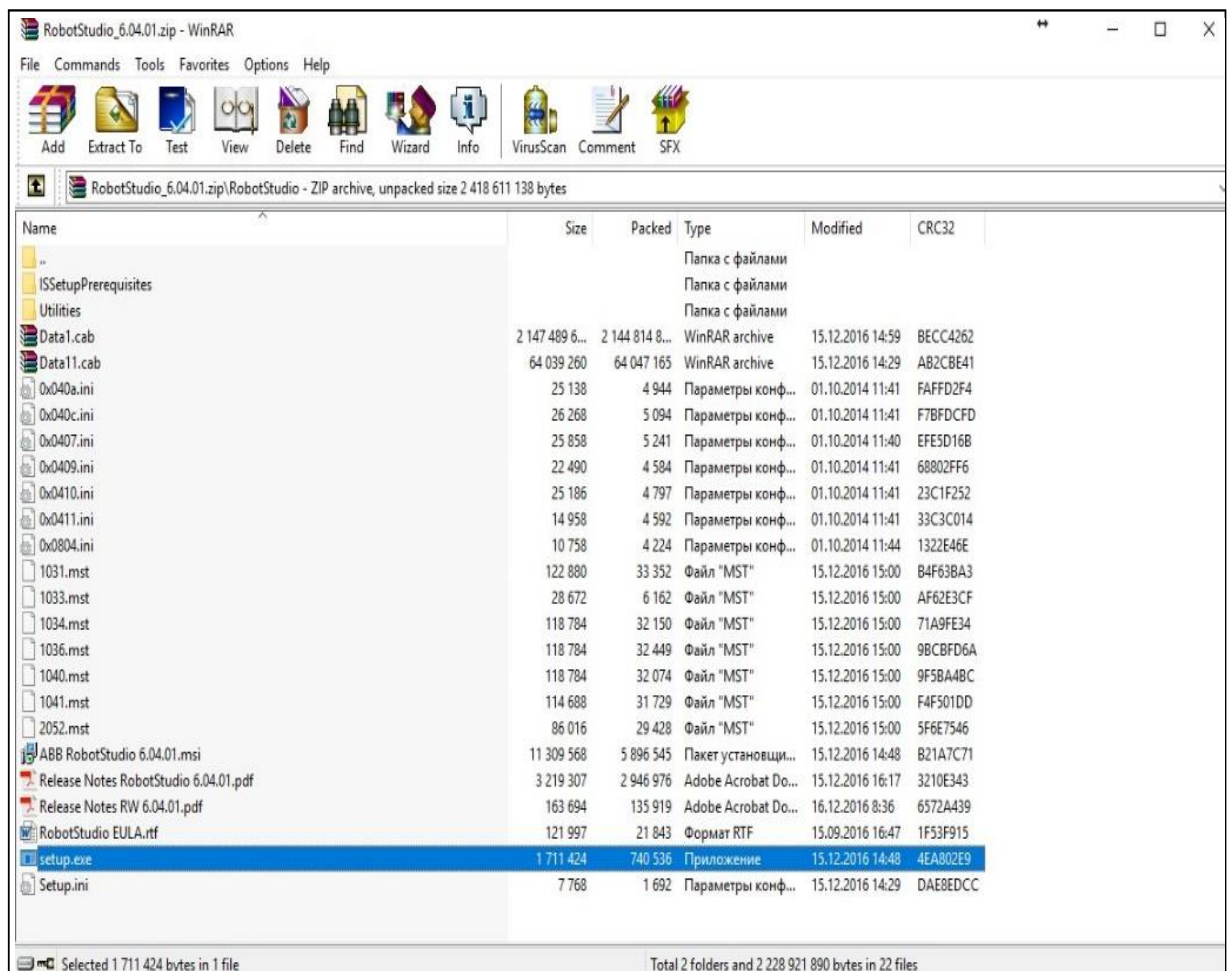

Рисунок 2 – Папка с инсталлятором программы
2. Запустите setup.exe (рисунок 2).